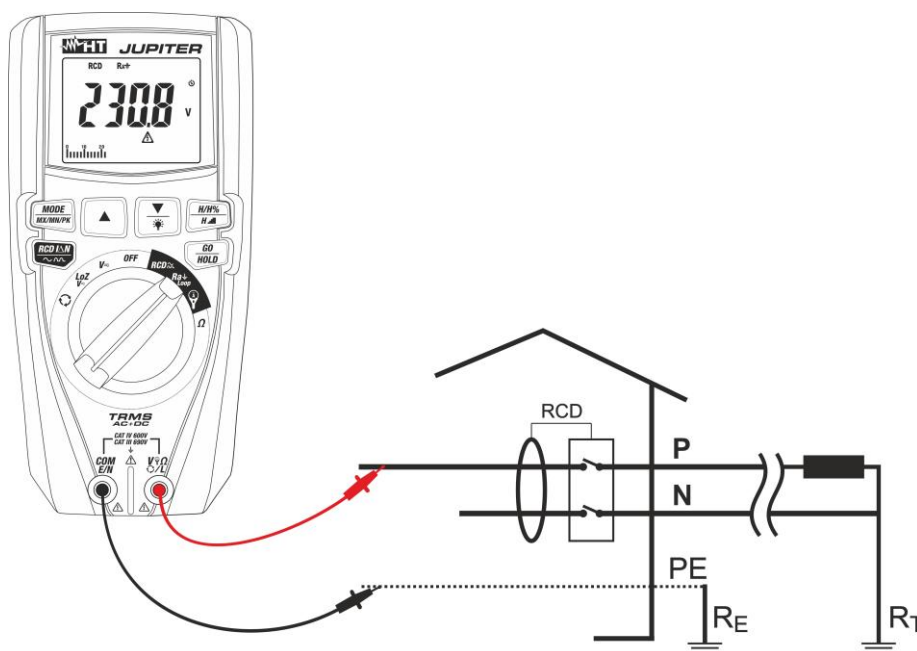

Fig. 18: Uso para medida resistencia global de tierra con puntas de prueba
6. En caso de uso de las puntas de medida inserte el conductor rojo en el terminal de entrada **V Ω L** y el conductor negro en el terminal de entrada **COM/E/N** y conecte el instrumento a la instalación en examen (ver Fig. 18). El valor de la tensión Fase-Tierra se muestra en pantalla